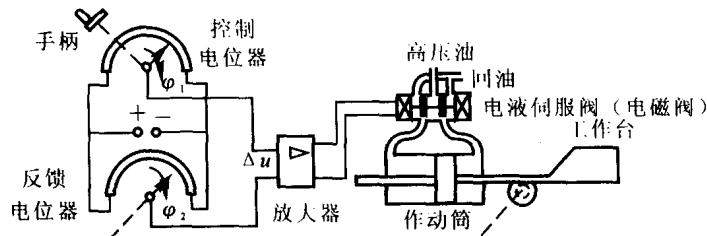

图 1.5 工作台液压伺服系统工作原理图
3. 工作台位置液压控制系统如图 1.5 所示。系统可以使工作台按照控制电位器给定的规律变化。要求: